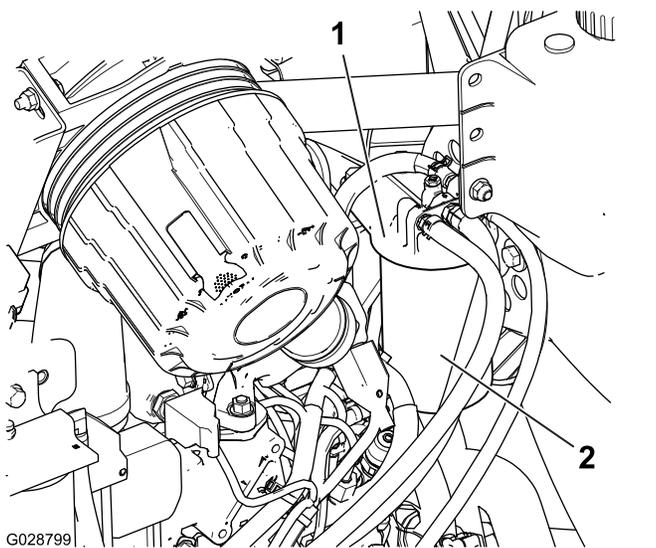

Рисунок 90
1. Очистите поверхность вокруг головки топливного фильтра (Рисунок 90).
2. Снимите фильтр и очистите монтажную поверхность головки фильтра (Рисунок 90).